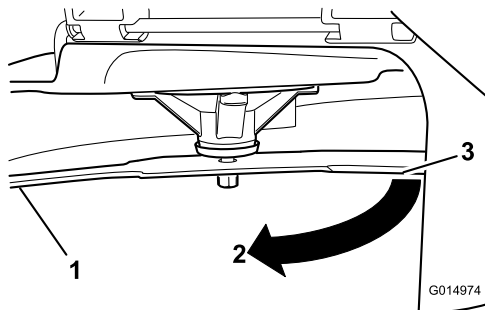

Figure 65
3. Seconde distance mesurée entre la lame et la surface (B)
4. Tournez la même lame de 180 degrés pour amener l'autre tranchant à la même position (Figure 65).